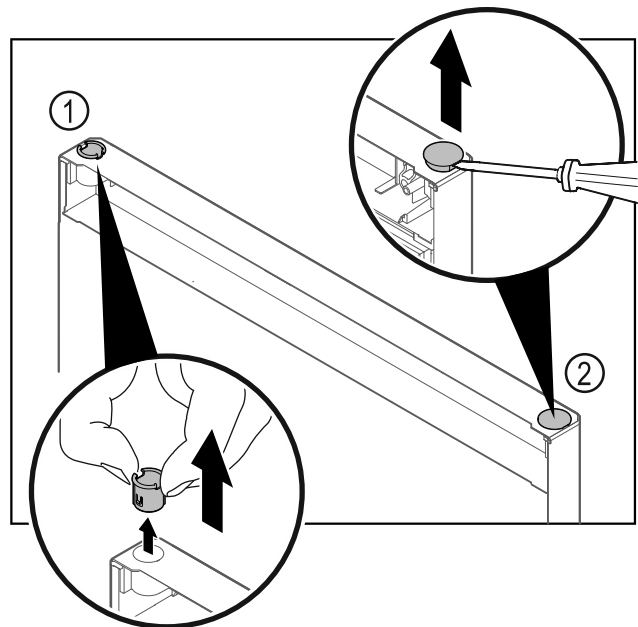

Fig. 19
- ▶ Húzza ki az ujjával a csuklópánt-perselyt Fig. 19 (1).
- ▶ A fedődugót Fig. 19 (2) egy lapos csavarhúzóval óvatosan emelje meg és húzza ki.